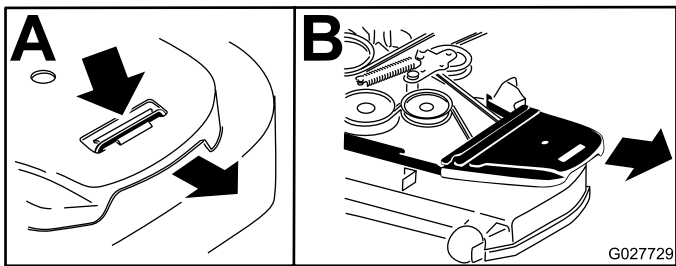

Figure 63
7. Déposez les couvercles de courroies ainsi que les boulons qui sont fixés dessus (Figure 63).